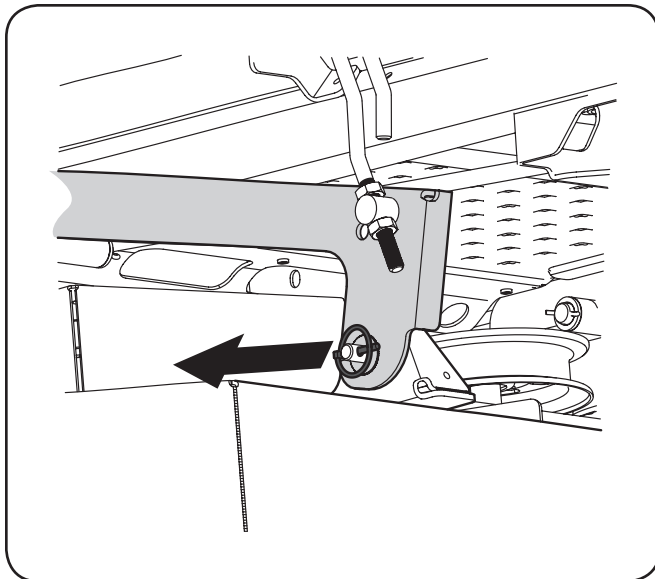

Figura 7-6
- Ubique los pasadores de liberación de la plataforma del lado izquierdo y del lado derecho que se encuentran a cada lado de la plataforma. Tire de los pasadores de liberación hacia afuera y suelte la plataforma de los brazos de elevación del lado derecho e izquierdo de la plataforma. Vea la Figura 7-6.
- Tire de los pasadores de liberación de la plataforma hacia afuera y ubique la plataforma según sea necesario para alinear los orificios de los brazos de elevación de la plataforma con los pasadores. Consulte la Figura 7-6.